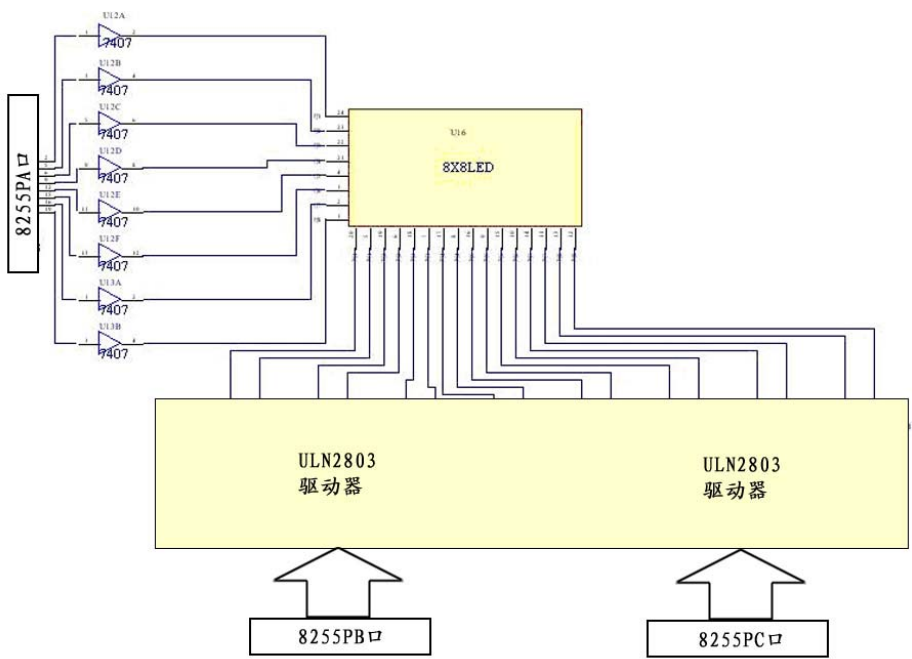

图4-21-3
- 5. 点阵显示模块工作于非总线模式，行代码、红代码、绿代码分别通过行驱动器7407和列反相驱动器ULN2803加到行线和列线上。如图4-21-3。